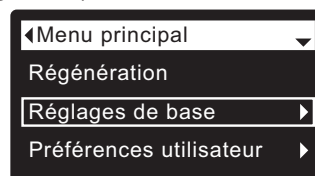

FIG. 52
1. À partir d'un écran d'état dynamique, appuyez sur le SÉLECTEUR (O) pour afficher le **Menu principal**.
2. Appuyez sur le bouton BAS (▼) pour faire défiler les options du menu et mettre en évidence **Réglages de base** (cf. Figure 52).